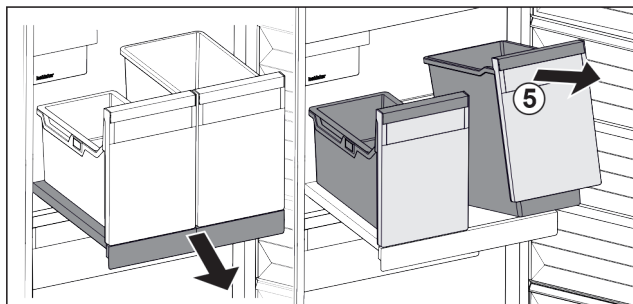

Fig. 99
- Nádobu Fig. 99 (5) vpředu nadzvedněte.